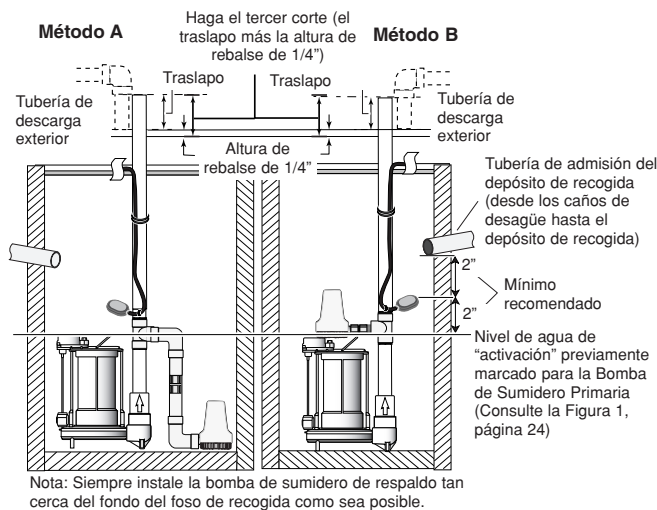

Figura 7 - Haga el tercer corte para eliminar el exceso de tubería de descarga
- Marque el tubo de descarga en donde se debería cortar. Asegúrese de dejar una brecha de aire de 1/4" entre los extremos de los tubos. Esta brecha absorberá el ruido de las vibraciones y permitirá mayor flexibilidad. Consulte la Figura 7.
- Haga el tercer corte (consulte Figura 7).
- Conecte el tubo de descarga de la bomba al tubo de descarga exterior con el juego de acoplamiento de caucho y abrazadera (clave No. 1). No apriete las abrazaderas hasta que se hayan completado los ajustes finales. Consulte la Figura 7.
- Coloque la unidad de doble bomba nuevamente en el foso. Consulte la Figura 7.